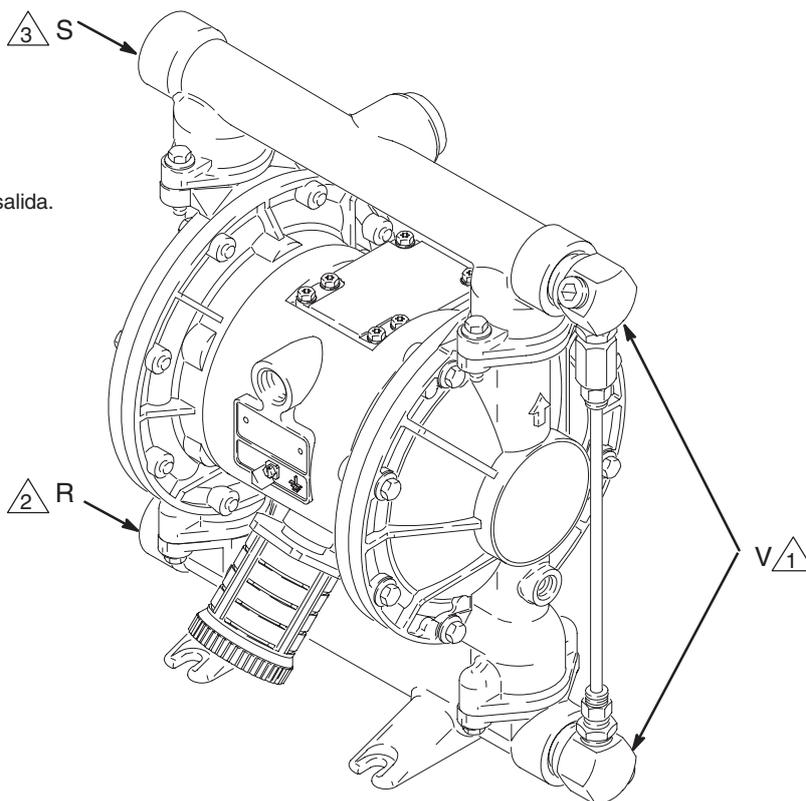

Fig. 7
El kit de descompresión del fluido 235409 (V) está disponible para las bombas de aluminio, y se utiliza para evitar la sobrepresurización y la ruptura de la bomba o de la manguera. Consulte la Fig. 7. En el kit se incluyen las instrucciones pertinentes.